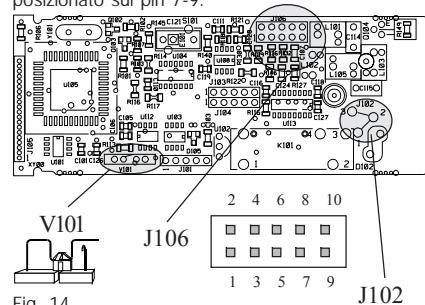

Fig. 14
- 2) Impostare il ponticello interno V101 in condizione aperta (vedere fig. 14).